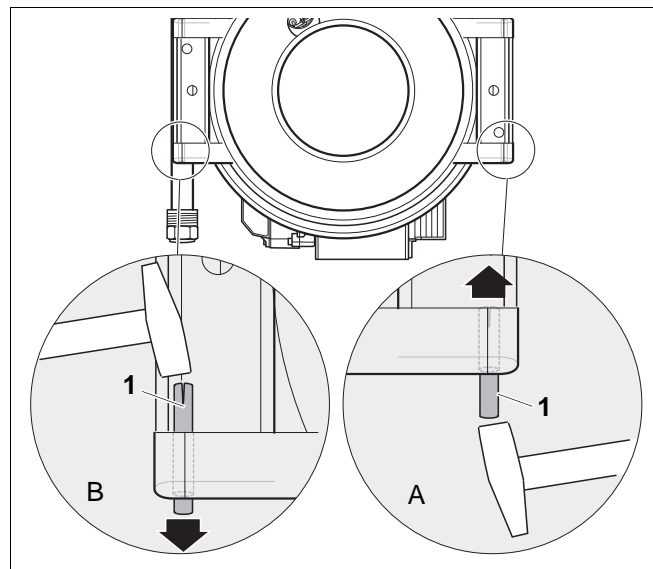

Рис. 8 Монтаж дверцы справа
- Выбивайте штифт снизу вверх, как показано рис. 8, **поз. А** и забивайте сверху вниз, как изображено рис. 8, **поз. В**.
- Выбейте штифт (рис. 8, **поз. 1**) (рис. 8, **поз. А**) и забейте на правую сторону горелки (рис. 8, **поз. В**).